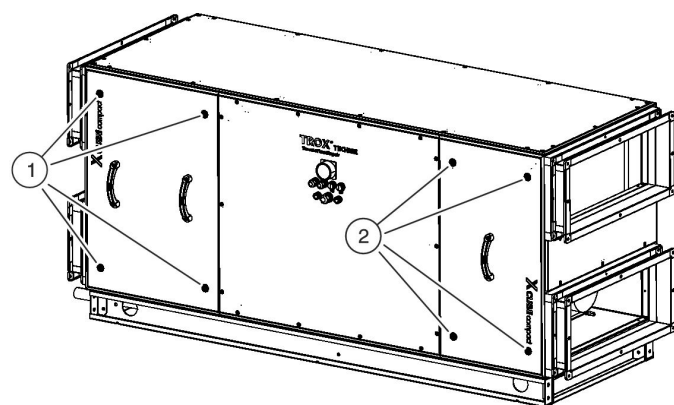

Рис. 53: Открытие панелей инспекционного доступа
- ▶ Используйте шестигранный ключ на 10 мм, чтобы открыть компрессионные защелки (Рис. 53/1 + 2) на левой и правой инспекционной панели спереди.